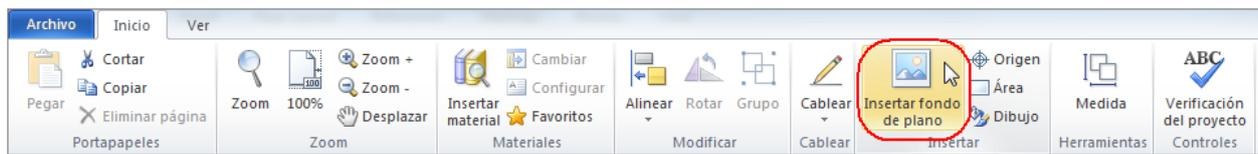

Fig. 4.
- Haga clic en **Insertar fondo de plano** (Fig. 4)